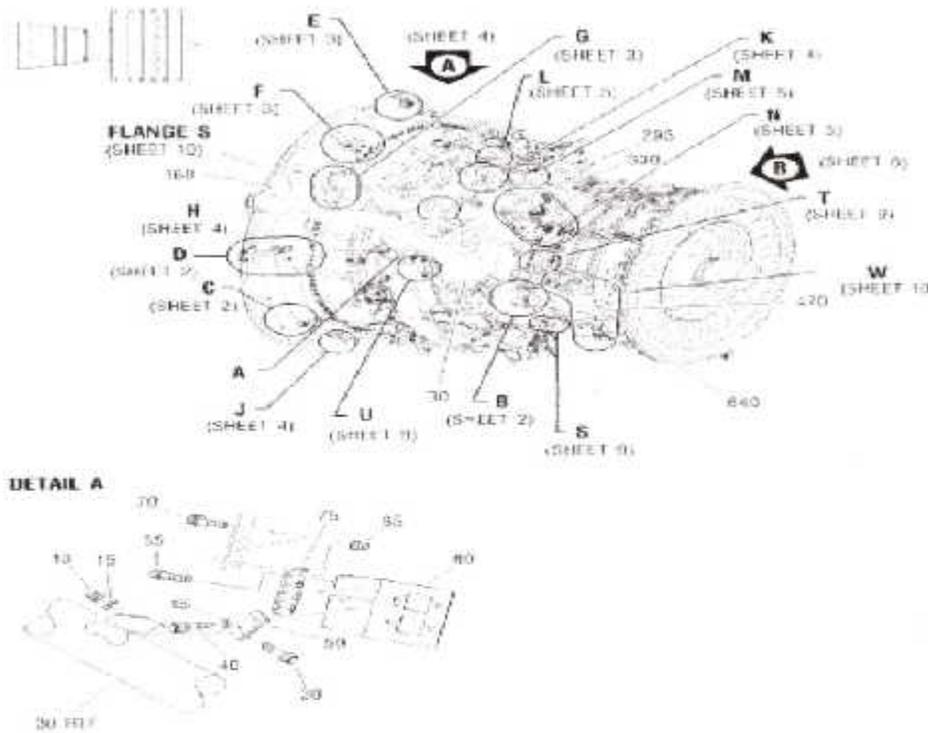

Fig. III. 89 : Dépose des Collecteurs d'Admission d'Air.
- e. On dépose les collecteurs d'admission d'air sur supports. (fig. III. 89)